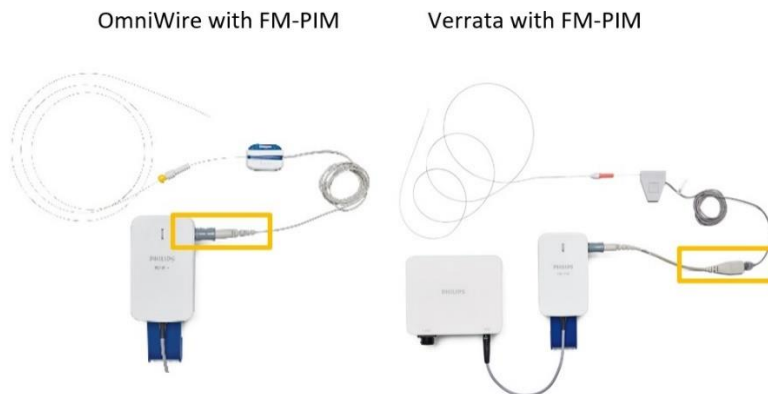

Figure 3– Points de connexion de deux types de câbles (OmniWire et Verrata) au MIP de mesure fonctionnelle à utiliser
- Étape 3 : reconnectez le câble au MIP de mesure fonctionnelle. Utilisez le connecteur de câble encadré en jaune sur la figure 3 ci-dessous.